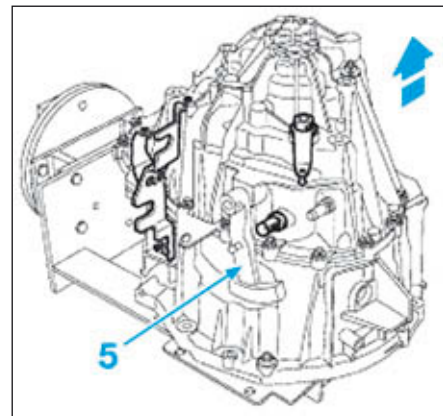

FIG.15
- Déposer le carter vers le haut tout en pivotant le levier de passage (5) (Fig.15).